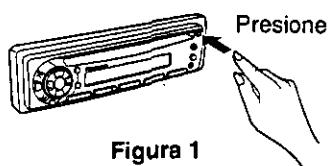

Figura 1
- ① Desconecte la alimentación.
- ② Presione el botón de liberación [▲]. La placa frontal se soltará. (→ Figura 1)